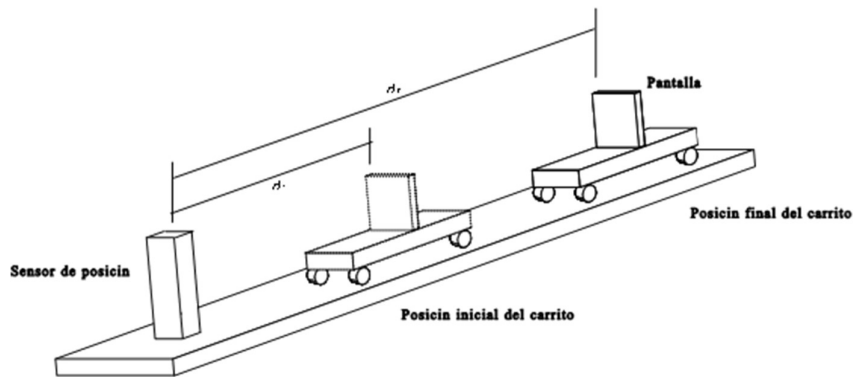

Figura 1: propuesta de montaje para la calibración del sensor de posición.
- a) Preparar el experimento según el esquema de la figura 1. Utilice como pantalla un rectángulo de cartón (aprox. 20x20 cm). Son sólo necesarias dos posiciones diferentes de las pantallas puesto que la respuesta del sensor es lineal, recuerde que la posición más cercana al sensor debe ser superior a ~30 cm. Se muestran 2 carritos, pero puede usar dos objetos fijos que sean detectados por el sensor y den una respuesta estable.